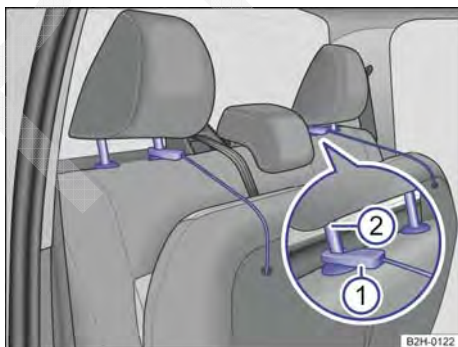

Fig. 48 Banco traseiro: fixar a superfície do banco nos apoios para cabeça.
Para facilitar o destravamento, podem ser utilizados os cabos do assento → Fig. 48. Para isso, puxar o laço → Fig. 46 e, a seguir, prender o cabo no laço. Ao destravar o segundo laço, cuidar para que o banco traseiro não rebata para frente.
- Se necessário, deslocar o apoio da cabeça para cima → Página 50 e encaixar o cabo → Fig. 48 ① na haste interna do apoio para cabeça ②.